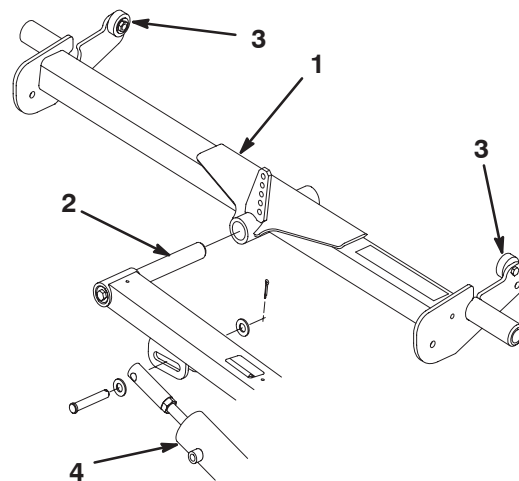

Figure 2
1. Glissez le bâti porteur arrière sur la tige de pivot du bras de relevage arrière (Fig. 2). **Ne fixez pas** le bâti porteur au plateau de coupe à ce stade.
3. Appuyez sur l'une des extrémités du bâti porteur jusqu'à ce que la butée supérieure opposée touche le dessous du marchepied (Fig. 2). Il doit exister un écart de 6 mm entre la butée supérieure et le dessous du marchepied, à l'extrémité sur laquelle vous appuyez. Si ce n'est pas le cas, un réglage du vérin de relevage s'impose. Si l'écart est correct, déposez le bâti porteur et poursuivez l'installation.
- A. Retirez l'axe de chape qui fixe l'extrémité de la tige du vérin au bras de relevage (Fig. 2).
- D. Serrez l'écrou hexagonal et accouplez l'extrémité de la tige du vérin au bras de relevage (Fig. 2).